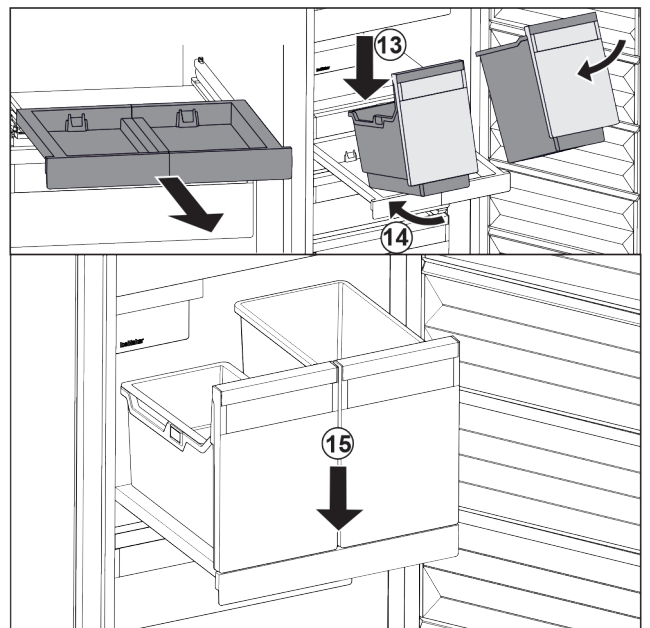

Fig. 35
- ▶ Posodo položite na izvlečno polico v poševnem položaju. Fig. 35 (13)
- ▶ Posodo potisnite v poševnem položaju proti zadnji strani. Fig. 35 (14)
- ▶ Posodo odložite spredaj. Fig. 35 (15)